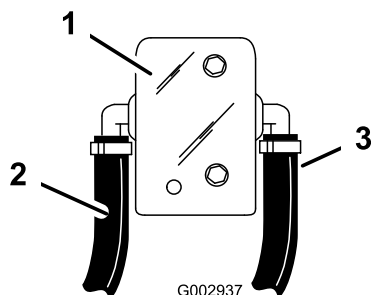

Figura 37
15. Collegate l'estremità di un flessibile corto da 1/2 poll. nel gruppo di tenuta aperto sul raccordo a T S53 montato nel flessibile dell'agitatore, e infilatelo nella dentellatura posteriore da 1/2 poll. sul gruppo valvola a sfera piccola (Figura 37).
18. Collegate l'estremità di un flessibile corto da 1/2 poll. nel gruppo di tenuta aperto sul raccordo a T S53 montato nel flessibile di bypass, e infilatelo nella dentellatura anteriore da 1/2 poll. sul gruppo valvola a sfera piccola (Figura 37).